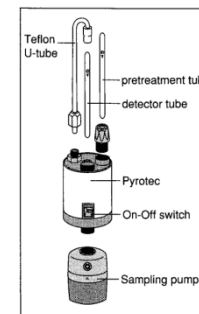

fig.1
- Inserire saldamente il tubo in Gastec Pyrotec Pyrolyzer con la freccia ()  fiala rivolta verso Gastec Pyrotec Pyrolyzer (fig.1).